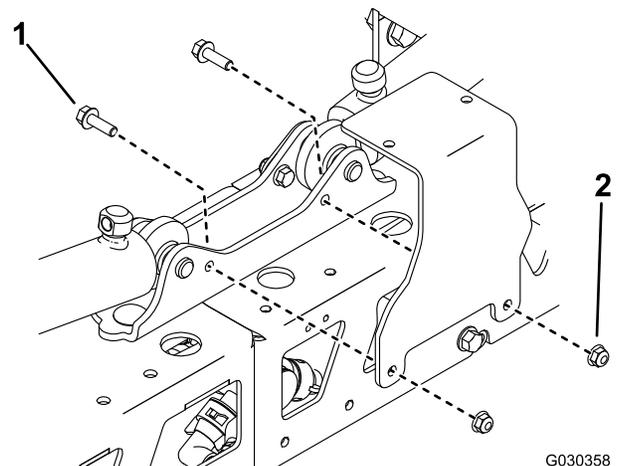

Bild 3
6. Nehmen Sie die Befestigungshalterung von der Maschine ab (**Bild 3**).